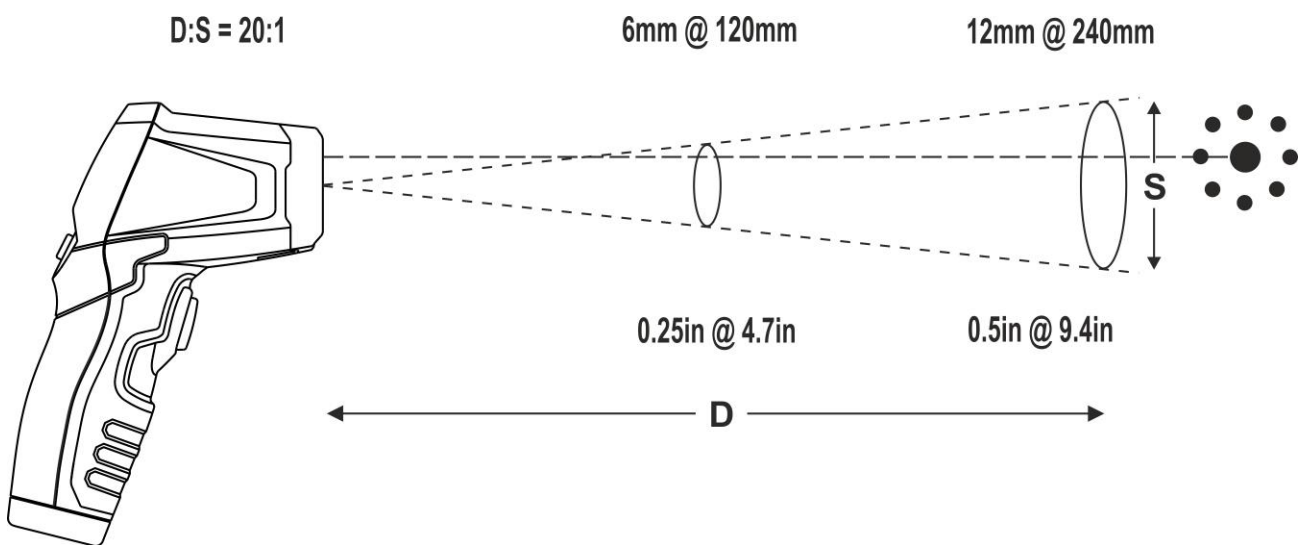

Fig. 4: Definição da relação Distância / Ponto de medição do instrumento
5. Verificar se o objeto do qual se pretende medir a temperatura tem uma dimensão pelo menos igual à área do ponto de medição (ver Fig. 4). Quanto mais pequeno é o objeto tanto menor deverá ser a distância do referido objeto (Exemplo: se a distância do objeto a medir é de 240mm, a superfície do objeto deve ser igual a pelo menos 12mm para uma correta medição de Temperaturas). **Se a precisão for importante certifique-se de que a dimensão do objeto é igual a pelo menos duas vezes a área do ponto.**